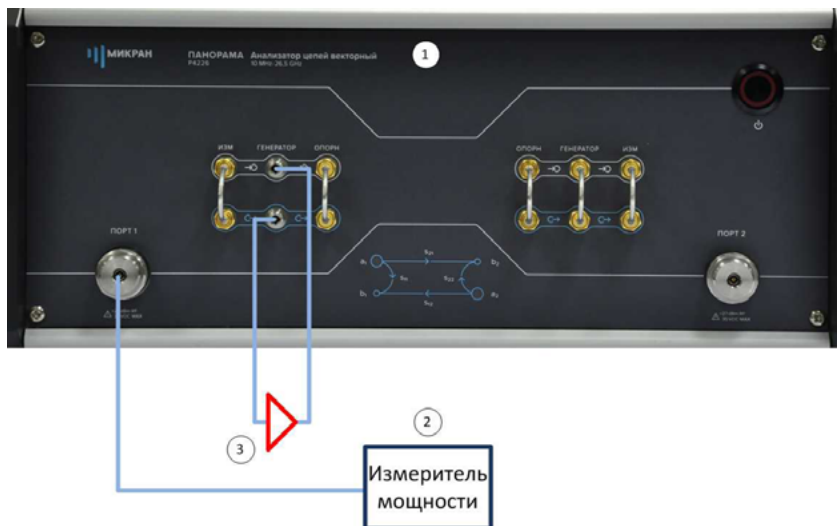

Рис. 13. Схема для калибровки выходной мощности ВАЦ:
4. Собираем схему для проведения калибровки выходной мощности рис. 13, в качестве эталонного измерителя мощности используем «PLS26» производства компании «Микран».